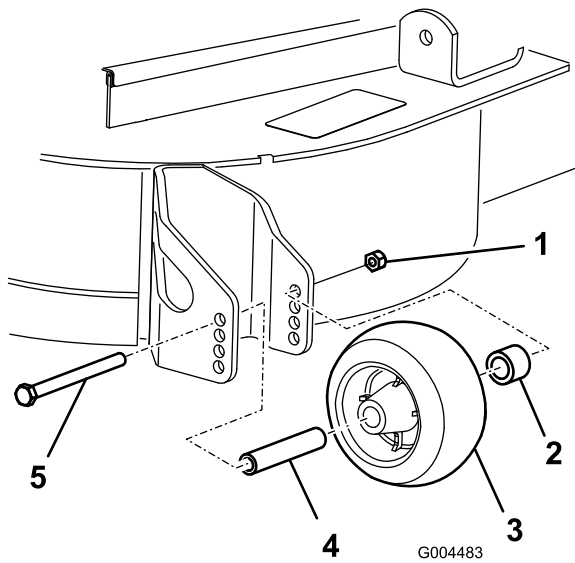

Figura 18
3. Dopo avere regolato l'altezza di taglio, regolate i rulli togliendo il dado flangiato, la boccola, il distanziale ed il bullone (Figura 18).
- Montate il dado flangiato, la boccola, il distanziale ed il bullone. Serrate a 54–61 Nm (Figura 18).